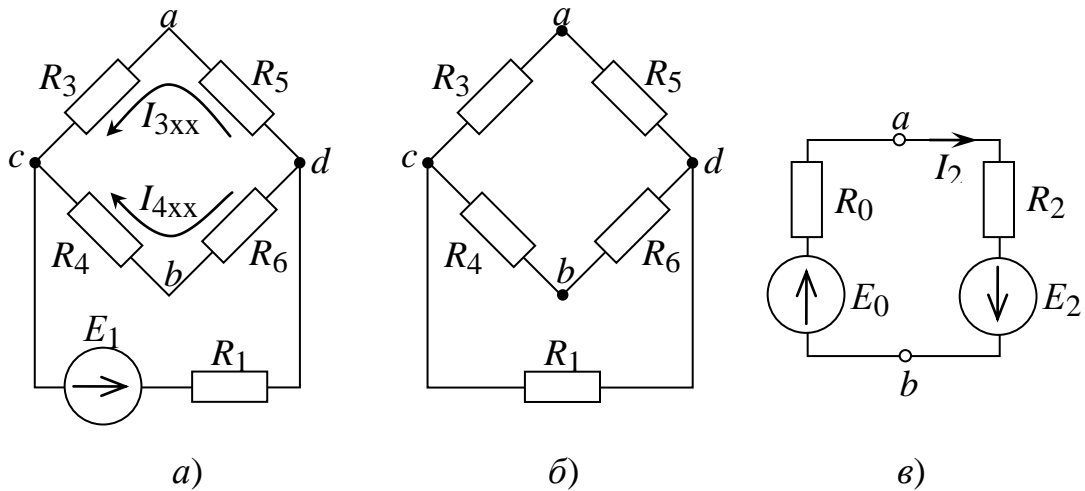

Рис. 1.16
1. Определим напряжение холостого хода  $U_{\text{ХХ}}$  на зажимах разомкнутой ветви  $ab$ . Схема для этого случая показана на рис. 1.16 а.
2. Определим эквивалентное сопротивление  $R_0$ . Для этого необходимо закоротить все источники ЭДС. Схема для этого случая показана на рис. 1.16 б. Преобразуем звезду сопротивлений  $R_5, R_6, R_1$  в эквивалентный треугольник, получим:
Ток  $I_2$  определяем по закону Ома для замкнутого контура (см. рис. 1.16